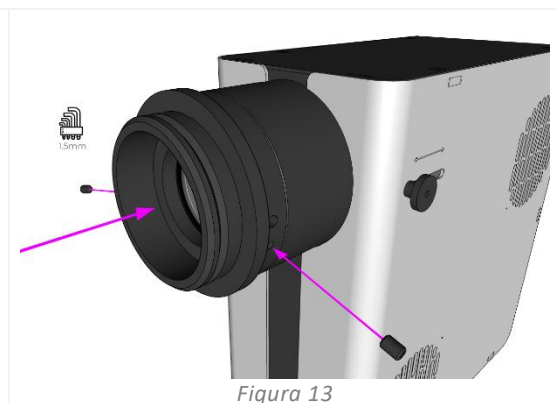

Figura 13
3. Fije el adaptador pE en su sitio apretando suavemente los tornillos prisioneros de retención del adaptador que se encuentran en la salida de las fuentes de luz de ajuste directo. Se necesita una llave hexagonal de 1,5 mm para apretar los tornillos prisioneros (Figura 13).